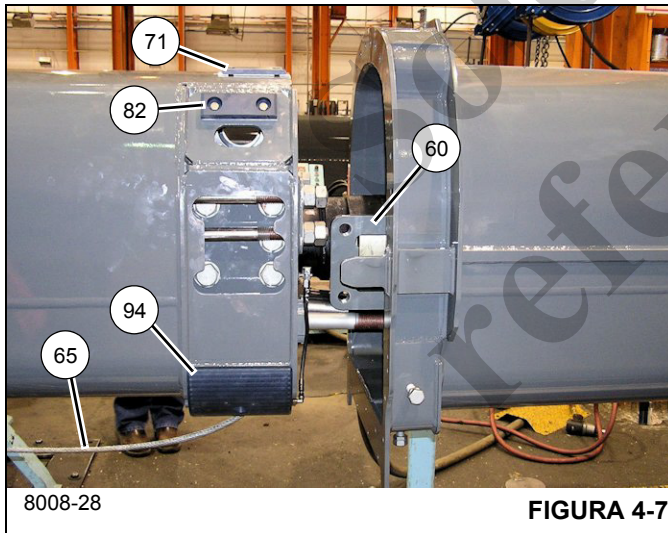
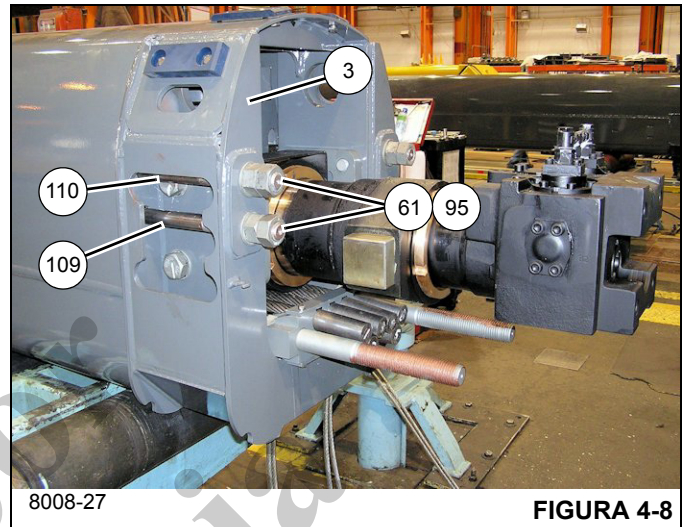

FIGURA 4-7
FIGURA 4-8
- 29. Baje levemente la parte delantera de la sección telescópica 2 (3).
- 30. Retire los dos pernos (58), las cuatro arandelas (16), las dos arandelas de seguridad (17) y las dos tuercas (18) que fijan el bloque de tope (56) y el suplemento (57) a la parte delantera de la sección telescópica 1 (2) (lados izquierdo y derecho).
- 31. Retire los pernos (19), las arandelas planas (16), las arandelas de seguridad (17) y las tuercas (18) que fijan las placas retenedoras izquierda, derecha e inferior (2x-14, 13) a la parte delantera de la sección telescópica 1 (2)
- 32. Retire las almohadillas de desgaste inferiores delanteras (54, 55) y los suplementos (53) de la parte inferior de la sección telescópica 1 (2).
- 33. Retire la sección telescópica 2 (3) de la sección telescópica 1 (2) y coloque la sección telescópica 2 (3) en unos soportes adecuados.
- 34. Retire el conjunto de almohadilla de desgaste (94)/manguera de engrase (81, 79, 80, 77, 78) de la escuadra de fijación en cada lado de la parte trasera de la sección telescópica 2 (3) (vea la Figura 4-7).
- 35. Retire los dos pernos (83) y las arandelas de seguridad (72) que fijan el conjunto de almohadilla de desgaste (71) a cada lado de la parte inferior trasera de la sección telescópica 2 (3) (vea la Figura 4-7).
- 36. Retire los dos pernos (83) que fijan el conjunto de almohadilla de desgaste (82) a cada lado de la parte inferior trasera de la sección telescópica 2 (3) (vea la Figura 4-7).
- 37. Retire las dos tuercas (95) y una arandela plana (61) que fijan cada uno de los cuatro cables de extensión de
la sección telescópica 4 (109, 110) a la parte superior trasera de la sección telescópica 2 (3) (vea la Figura 4-8).
- 38. Retire los dos cables de extensión de la sección telescópica 4 (109, 110) de los agujeros en la parte trasera de la sección telescópica 2 (3) (lados izquierdo y derecho) (vea la Figura 4-8).